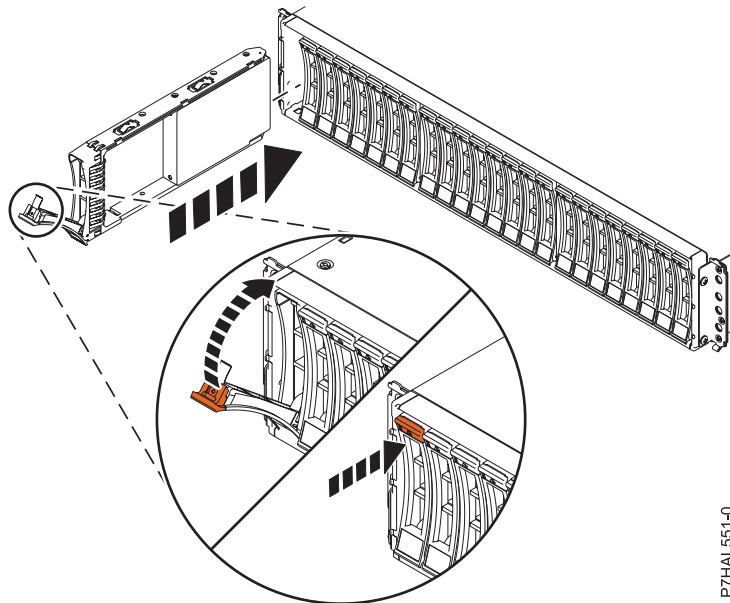

Figure 7. Installation de l'unité de disque dans le boîtier d'unité de disque 58/87
- Avec la poignée en position déverrouillée (voir figure 7, à la page 15) maintenez l'unité par le dessous pour l'aligner avec les rails de guidage dans l'unité d'extension.